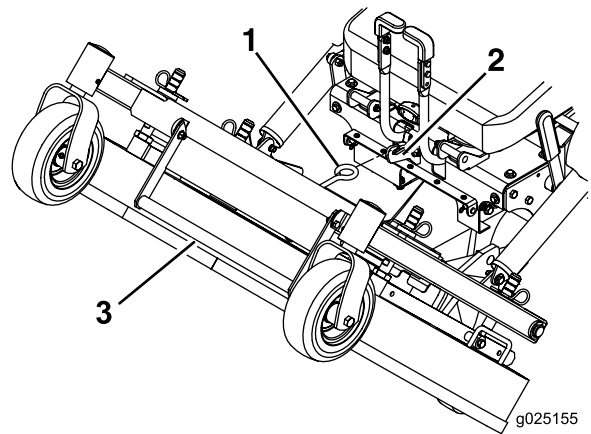

Figura 9
4. Usando el asa de elevación de la carcasa, eleve la carcasa y engánchela en la posición elevada (el cierre está situado en el centro de la parte delantera del asiento), según se muestra en Figura 9.
1. Mientras sostiene con firmeza el asa de elevación de la carcasa, desenganche el cierre de la carcasa de corte de la máquina y baje lentamente la carcasa al suelo (Figura 9).